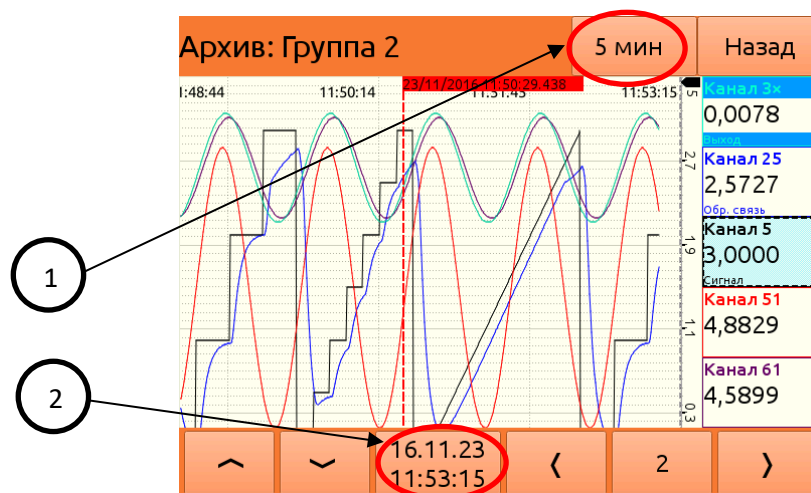

Рисунок 2.31
2.10.3.6. Меню «Просмотр архива» позволяет просматривать сохраненные в архив данные (Рисунок 2.31). В данном меню имеется следующий набор кнопок: